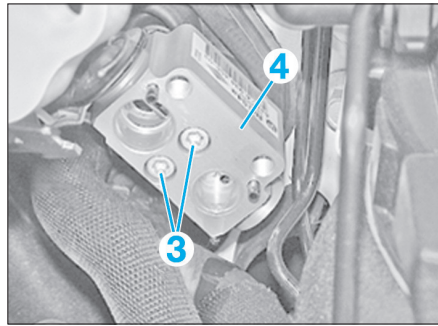

Fig. 11
- les vis (3) et retirer le détendeur (4) (Fig.11).